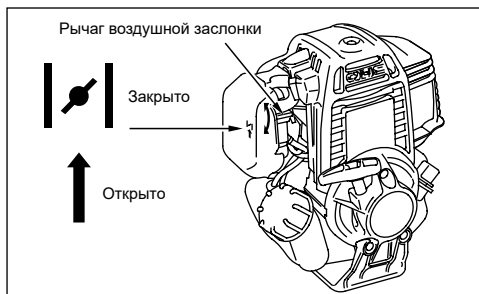

Рис. 13
5. Переведите рычаг воздушной заслонки в верхнее положение – || «Закрыто» (рис. 13).
9. Переведите рычаг воздушной заслонки (рис. 13) в нижнее положение ||| «Открыто».
1. Переведите рычаг воздушной заслонки в нижнее положение – ||| «Открыто» (рис. 13).